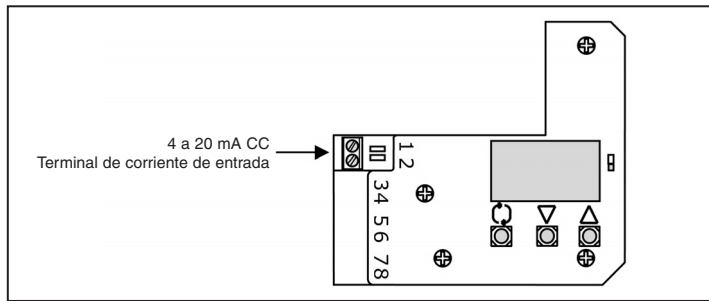

Fig. 8
- Conecte el cableado de corriente de entrada desde un medidor de ajuste (controlador) siguiendo la fig. 8.